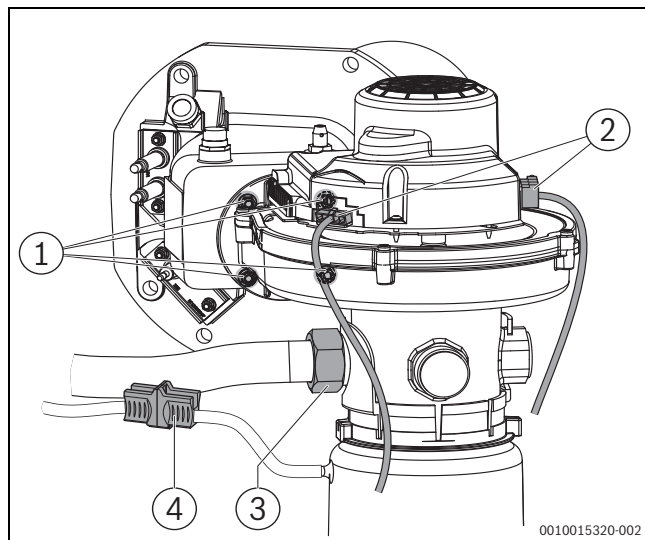

Bild 62 Elektrische Anschlüsse, Gebläse ausbauen (Kesselgröße 75-150 kW [bis V03])
- ▶ Elektrische Anschlüsse am Gebläse lösen (→ Bild 62, 63 bzw. 64).
- ▶ Steckverbinder trennen (→ Bild 62)
- ▶ Überwurfmutter am Venturi lösen (→ Bild 62 und 63, [3]).
- ▶ 4 Sechskant-Muttern am Gemischkrümmer entfernen (→ Bild 62 und 63).